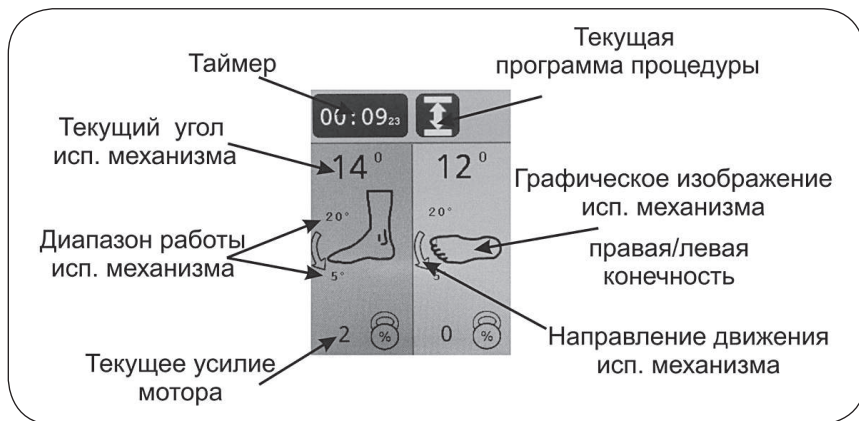

Рисунок 7.3 – Дисплей режима выполнения процедуры
### 7.1. Дисплей режима выполнения процедуры (см. рис. 7.3).
- В зоне А: заданный пользователем диапазон работы, текущее положение (угол) в градусах (аналогично рис. 7.3) для механизма А, а также меню его установок.
- В зоне В: заданный пользователем диапазон работы, правая (левая) конечность, текущее положение (угол) в градусах (аналогично рис. 7.3) для механизма В, а также меню его установок.
Запуск процедуры осуществляется кнопкой  . Запуск возможен только когда отображается основной экран, при этом дисплей переходит в режим выполнения процедуры (см. рис. 7.3).
<p>Переключение нагрузки (схема блокировки)</p> <p>Мотор автоматически переключается на противоположное движение, когда сопротивление пациента (нагрузка) превышает заданное значение. Настраивается от 1% до 99% с шагом 1%. В случае, если после изменения направления движения нагрузка вновь превышает установленное пороговое значение достаточно длительное время, то система управления фиксирует состояние перегрузки мотороредуктора и выдаёт сообщение об ошибке с соответствующим кодом.</p> <p>При установке значения, превышающего 99%, появляется значок , означающий отключение функции. При этом на дисплее в режиме выполнения процедуры (см. рис. 7.3) отображается текущее значение нагрузки рядом с иконкой , функция переключения нагрузки не работает, мотор развивает максимальное усилие.</p> <p> ВНИМАНИЕ! Одинаковое установленное значение уровней блокировки для пользователей с разной массой отличается. Для каждого пользователя установка подбирается индивидуально.</p> <p> ВНИМАНИЕ! Переключение нагрузки (схема блокировки) является функцией безопасности, для защиты пациента в случае возникновения спазмов, судорог, блокады суставов и других аналогичных ситуаций. Производитель не несет ответственности за неправильное использование данной функции.</p>